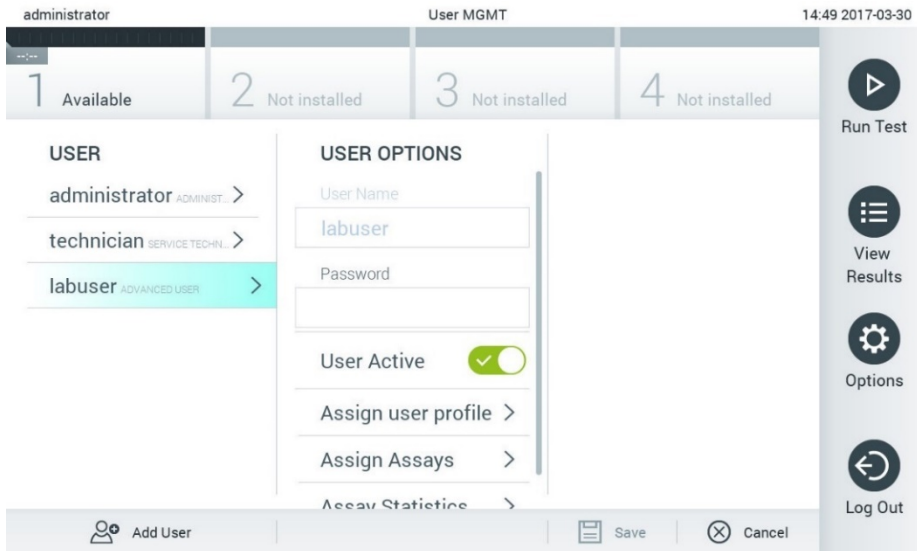

Figura 60. Selectarea și gestionarea utilizatorilor.
2. Selectați utilizatorul pe care doriți să îl gestionați din lista din coloana stângă a zonei de conținut (Figura 60).